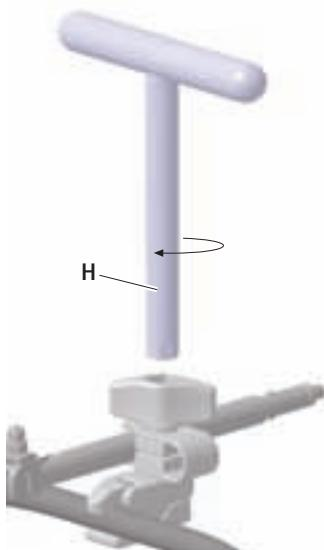

Fig. 8
- ▶ Apretar la tuerca de fijación **1** hasta inmovilizar el conjunto por completo. Si es necesario, terminar de apretar con la llave en T **H**, ver Fig. 8.